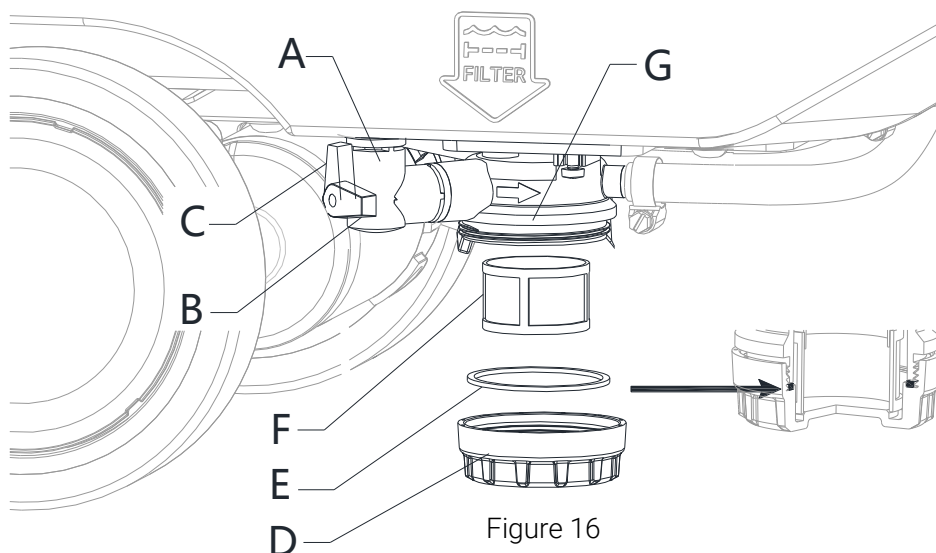

Figure 16
3. Fermer le robinet de la solution détergente (A, Fig. 16). Le robinet est fermé quand il se trouve dans la position (B) et ouvert quand il se trouve dans la position (C).
4. Retirer le couvercle du filtre (D) et le joint d'étanchéité (E), puis la crépine du filtre (F). Les laver et les rincer avec de l'eau, puis les réinstaller soigneusement sur le support filtre (G).